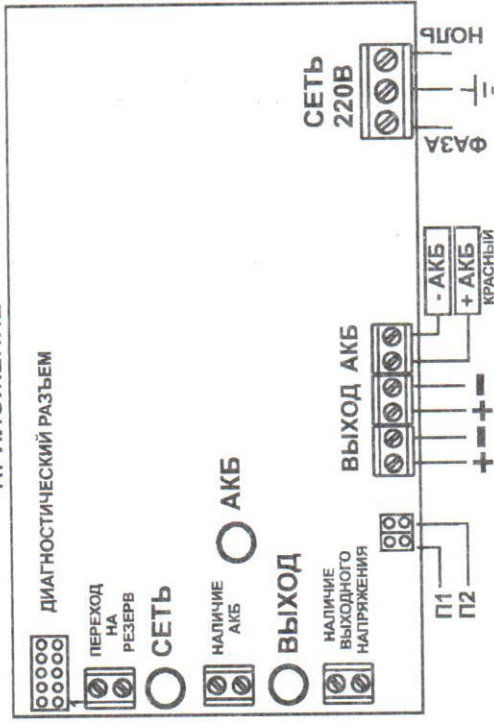

Рисунок 1. Вид источника с открытой крышкой (схема подключения)
- выдачу информационных сообщений "Переход на резерв", "Наличие АКБ", "Наличие выходного напряжения" посредством переключения контактов реле. Выдача информационного сообщения "Переход на резерв" осуществляется с задержкой, определяемой положением переключателя П1 и П2 (см. рисунок 1 Приложения). Соответствие задержки положению переключек показано в таблице 8 Приложения;
Подключение источника производится при отключенном сетевом напряжении и открытой крышке (см. рисунок 1 Приложения) в следующей последовательности: